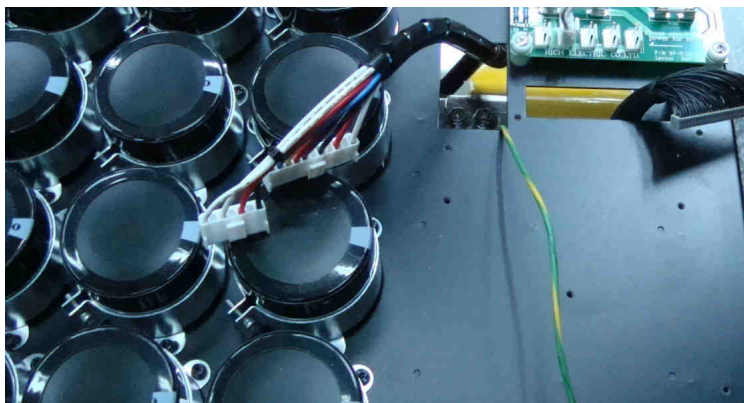

Рис. 7.20.
- пропустить через прорези в корпусе блока конденсаторов жгуты платы ЦП, жгуты платы предохранителей и провод заземления (рис. 7.20).